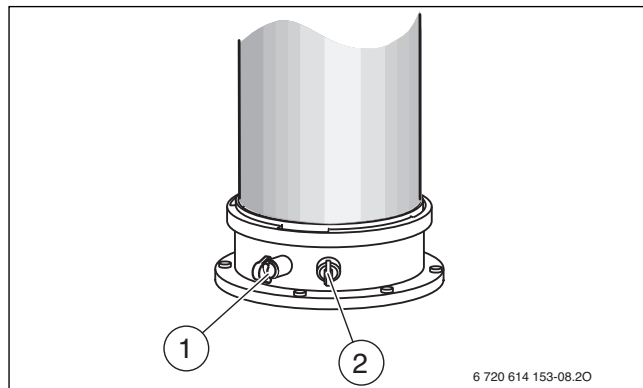

Fig. 47 Manicotto di misurazione dei gas combusti e manicotto di misurazione per aria comburente
- ▶ Rimuovere il tappo della presa di analisi dell'aria comburente [2] (→ Fig. 47).
- ▶ Rimuovere il tappo di protezione dal manicotto di misurazione dei gas combusti [1] (→ fig. 47).